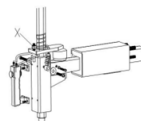

Fig 22
Nota: Se o braço vertical não bloquear ou não cumprir a distância necessária de 2-3 mm entre a parte inferior da cabeça de montagem/desmontagem e o aro, ajuste a placa de bloqueio hexagonal, consulte a Fig. 22 e ajuste (X).